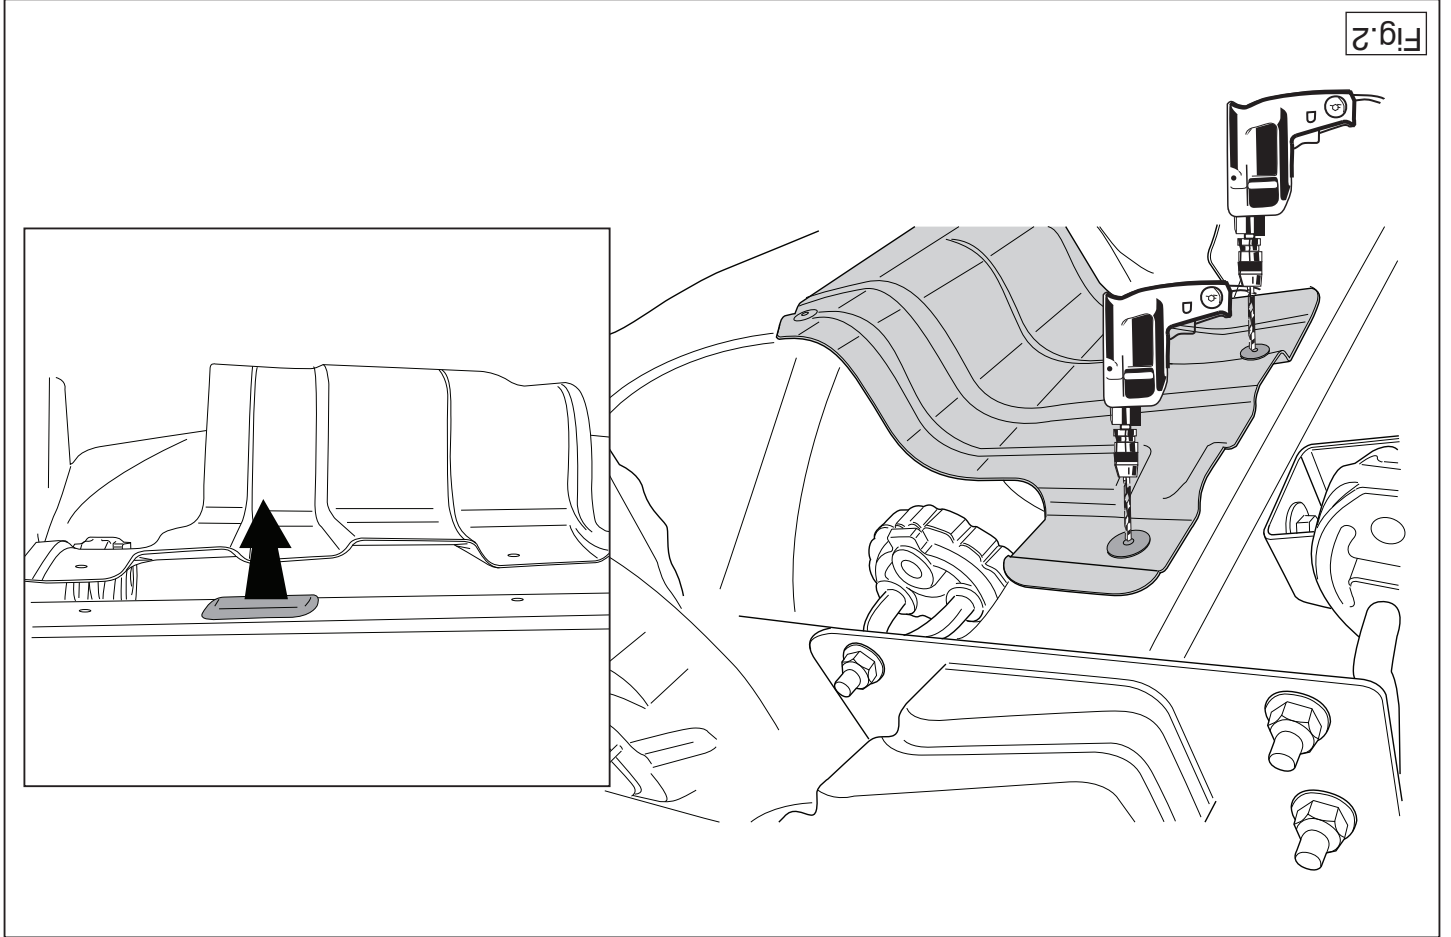

Fig. 2
3. Verwijder t.p.v. de aangegeven punten de rubberen doppen (zie fig. 2).
2. Remove the back exhaust silencer and loosen the heat shield. (See figure 2).
3. Remove the rubber caps at the points indicated (see fig. 2).
2. Den hintersten Auspuff-Schalldämpfer abmontieren und das Hitzeschild lösen. (Siehe Abbildung 2).
3. Bei den angegebenen Punkten die Gummikappen entfernen (siehe Abb. 2).
3. Avlägsna gummikåporna vid de markerade punkterna (se fig. 2).
2. Démontez l'échappement du silencieux arrière et détachez le bouclier thermique. (Voir la figure 2).
3. Enlever les bouchons en caoutchouc à l'emplacement des points indiqués (voir la fig.2).
3. Fjern gummikapslerne ved de markerede punkter (jævnfør fig. 2).
3. Retirar a la altura de los puntos indicados los tapones de goma (véase la fig. 2).
3. Rimuovere i tappi in gomma dai punti indicati (vedi fig. 2).